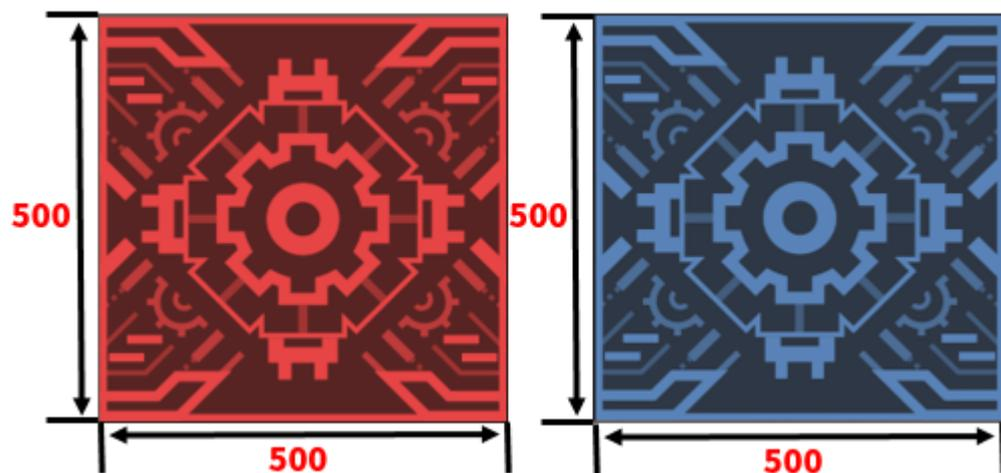

图 3.4 启动区示意图
(1) **启动区**:场地中分布的 4 个用于比赛中机器人开始或停止运动的区域, 如图 3.4 所示外围边框尺寸为 500*500mm。